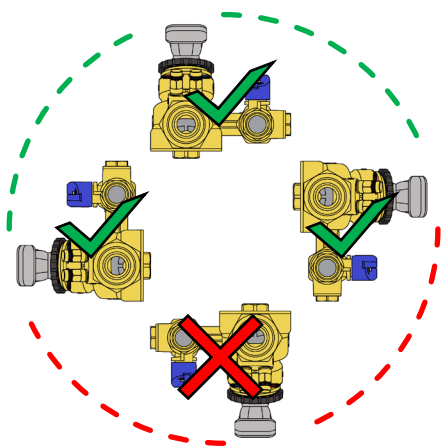

Fig.1
- ⚠ Válvula PICV Evo ~~PICV~~ 93: razones de seguridad eléctrica, si la válvula está equipada con un actuador, sólo se puede instalar en una posición entre vertical y horizontal. Se debe evitar la instalación en posición invertida (Fig.1);